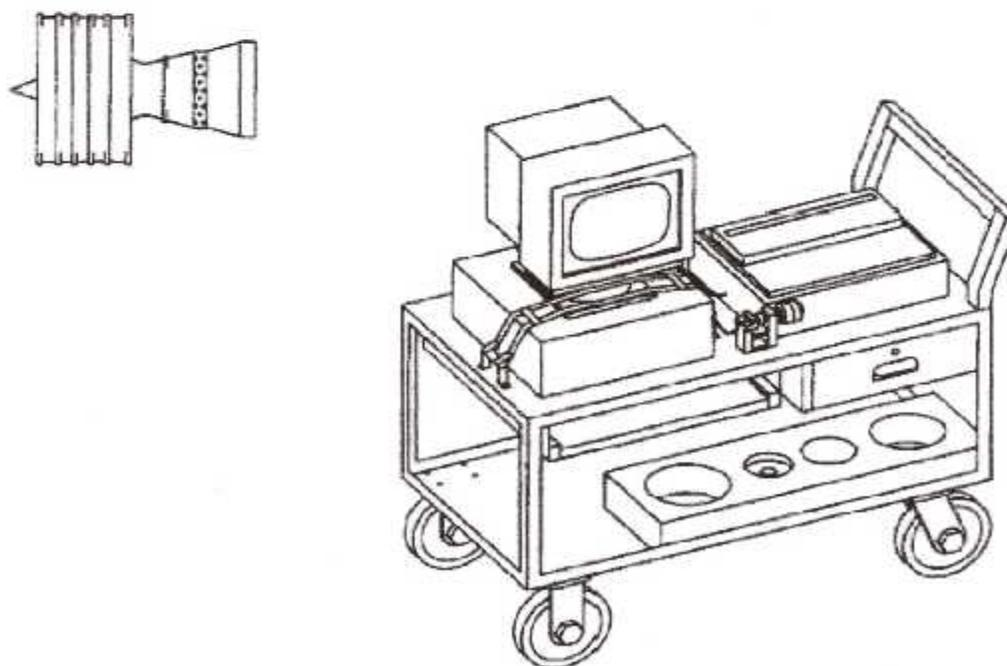

FIG. IV. 11 : Concentricité du Linipot, 856A1360G01
a. Préparation du Concentricité du Linipot, 856A1360G01. (fig. IV. 11).